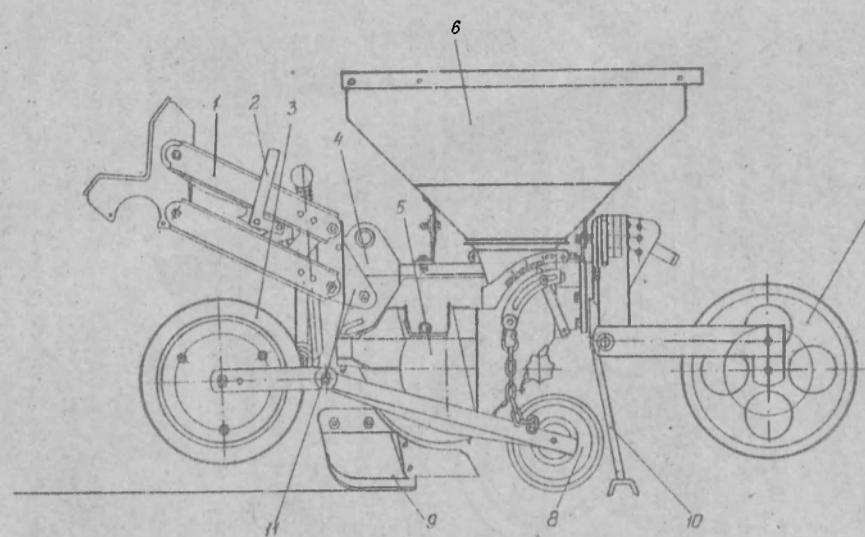

РИС. 6. ПОСЕВНАЯ СЕКЦИЯ
3.4 На сеялке (при высеве свеклы с междурядьем 450 мм) устанавливается двенадцать посевных секций (рис.6). Каждая из них состоит из высевающего аппарата 5 с бункером для семян 6, сошника 9, параллелограммного механизма 1, кронштейна 4, проставки (кронштейна) 11, опорного колеса 3, прикатывающего колеса 8, задельзывающего колеса 7, механизма фиксации 2 и опоры 10.
Высевающий аппарат (рис.6 б) состоит из корпусов 1,11, основания 6, диска ведомого 3, высевающего диска 14, сбрасывателя двойников 7, ролика 15 и указателя 13 со шкалой 12. Высевающие диски - сменные, в зависимости от посевной культуры (см.табл.1). Замена высевающих дисков производится в соответствии с п.7.17.
Опора 10 (см.рис.6) предназначена для предохранения сошников от забивания землей. При опускании на почву посевные секции устанавливаются на опоры, при движении опоры складываются.
РИС. 6б ВЫСЕВАЮЩИЙ АППАРАТ